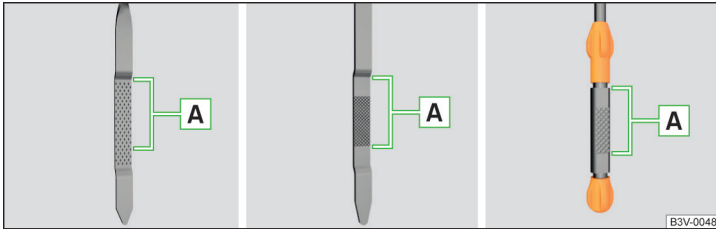

Abb. 307 Ölmesstabvarianten
Der Ölstand muss im Bereich **A** liegen » Abb. 307. Liegt der Ölstand unterhalb des Bereichs **A**, das Öl nachfüllen.
- Der Ölstand darf keinesfalls außerhalb des Bereichs **A** liegen » Abb. 307 - anderenfalls besteht die Gefahr der Beschädigung des Motors sowie der Abgasanlage.